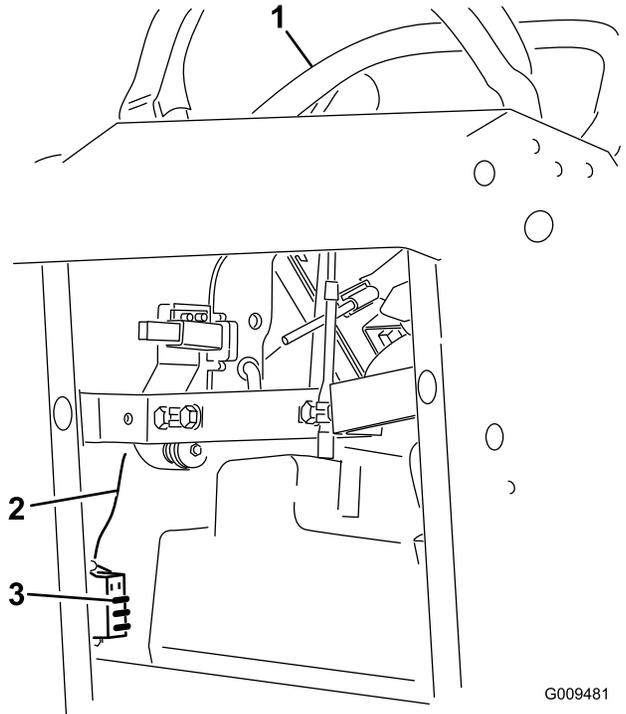

Figura 52
2. Tire hacia fuera del fusible para retirarlo o cambiarlo (Figura 52).
Nota: Asegúrese de instalar un fusible del tamaño correcto con el cable del color correcto, según se muestra en Figura 52.